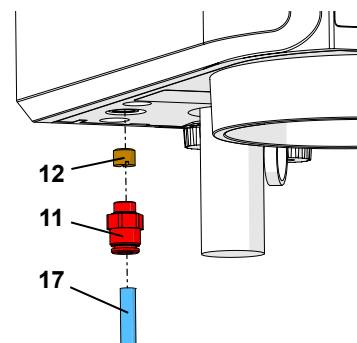

Fig. 15-a
**Filtre d'entrée emboîté, devant la prise à air comprimé (Fig. 15-b).**
- ⇒ Presser vers le haut l'anneau sur le filtre d'entrée (12) et retirer le tuyau à air comprimé (17).
- ⇒ Appuyer vers le haut l'anneau sur l'alimentation en air comprimé (11) et enlever le filtre d'entrée (12).